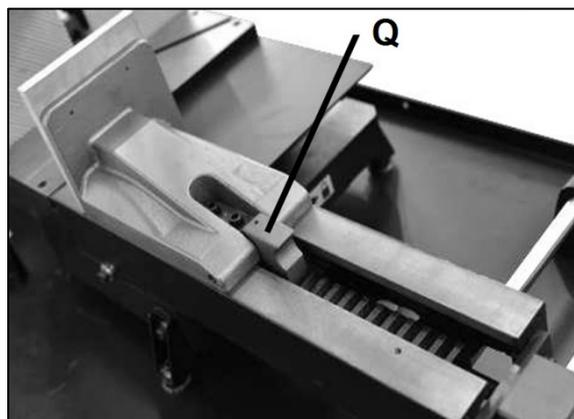

Figure 7-5 : Cliquet de l'étau et crémaillère
5. Utilisez le commutateur (L) pour ouvrir l'étau avec le cylindre hydraulique.
6. Levez et désengagez le cliquet de l'étau (Q, Fig 7-5). Ouvrez l'étau à la main.